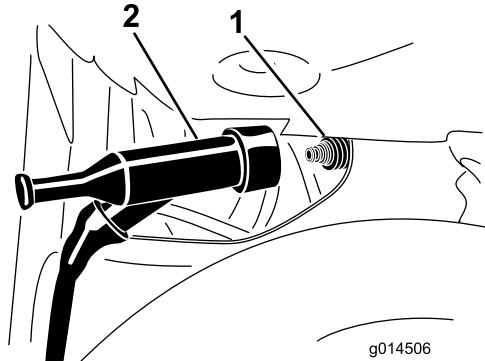

Figure 44
3. Débranchez le fil de la borne de la bougie (Figure 44).